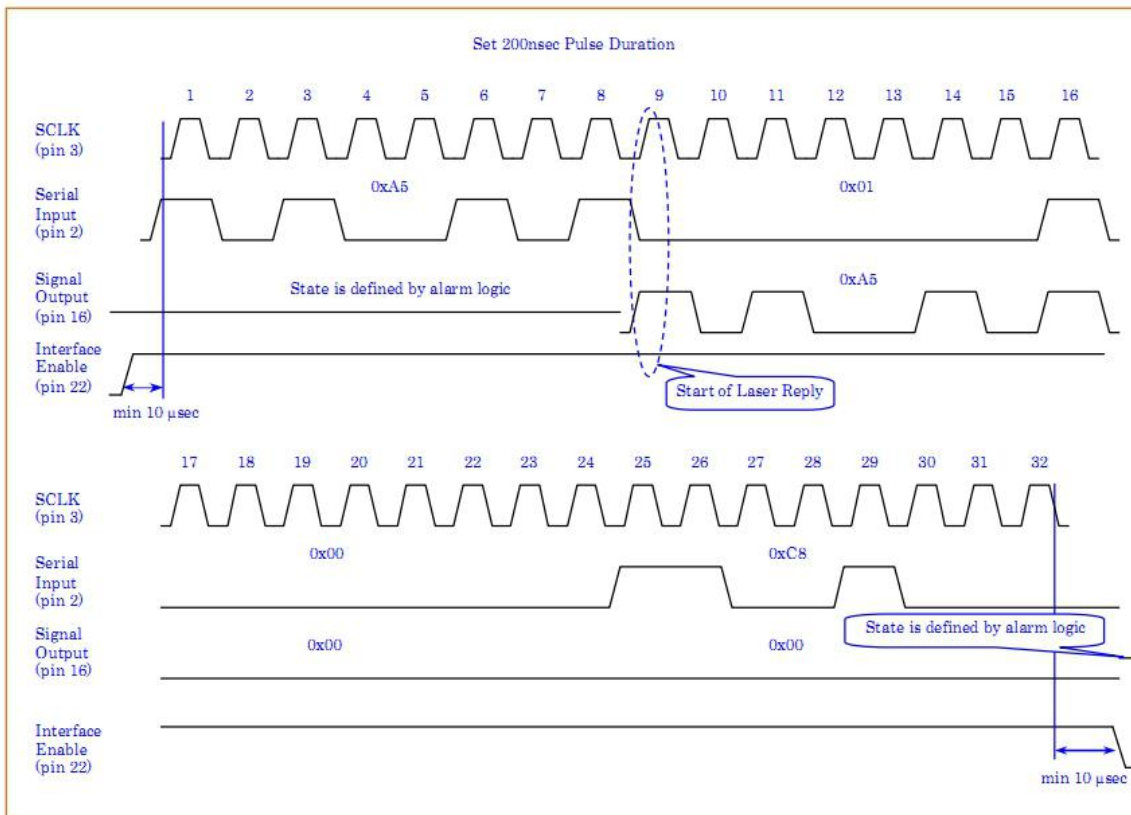

图 10 脉宽设置命令格式（以 200ns 脉宽为例）
脉宽调节如图 10 所示, 其原理过程如下:
e) 针 22 为 Enable 信号，该信号应在其他针（2、3）改变前提前至少 10us 变为高电平状态，并在其他针完成改变后延时至少 10us 变为低电平状态，整个调节过程的时序如图 10 所示。